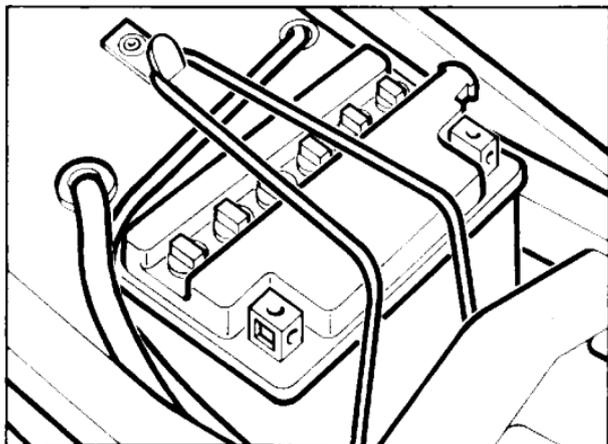

Fig. 35
**IMPORTANTE:** Per l'efficienza della batteria (fig. 35) è importantissimo un corretto caricamento dell'acido ed una adeguata manutenzione. Seguire scrupolosamente le seguenti norme, prolunga notevolmente la vita della batteria.